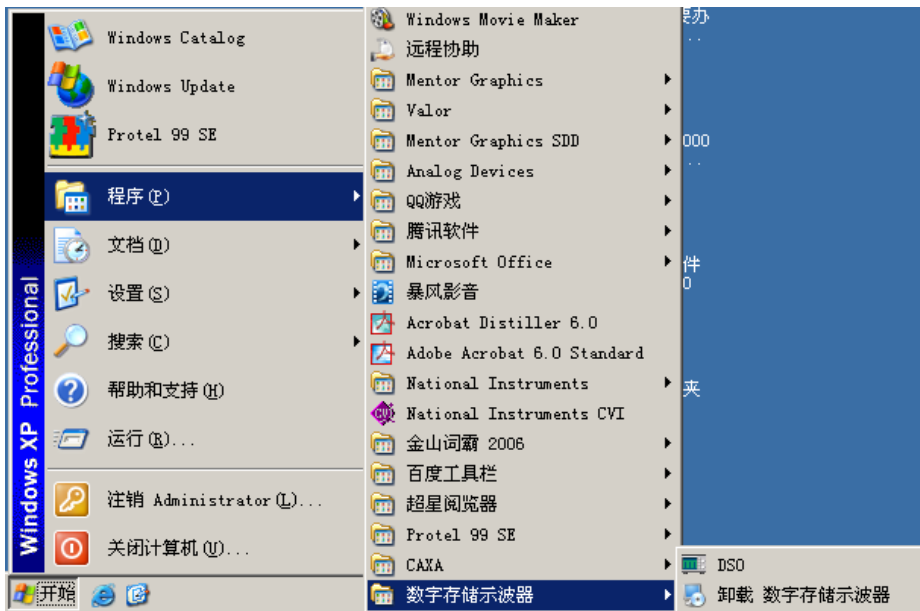

图1-9
- 2、另外,您还可以从开始 程序 数字存储示波器 DSO,启动数字存储示波器通讯控制软件。如图1-9所示: